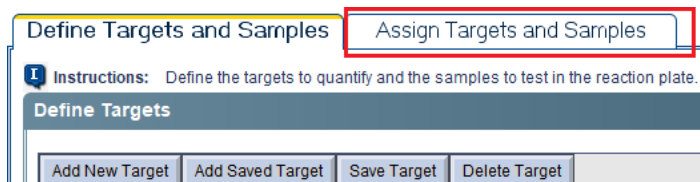

Рисунок 16
10. Перейти на вкладку «**Assign Targets and Samples**» (рисунок 16).